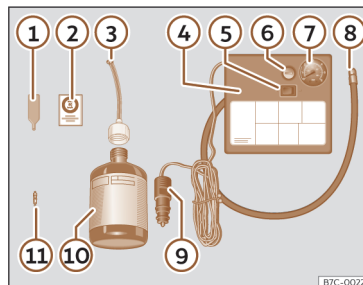

Fig. 31 Representação padrão: conteúdo do kit antifuros.
O kit antifuros está localizado na bagageira, por baixo do revestimento do piso. Inclui os seguintes componentes»» **Fig. 31:**
- Desenrosque a proteção e o obus da válvula do pneu. Utilize o aparelho»» **Fig. 31** 1 para retirar a carga. Coloque-o numa superfície limpa.
- Agite com força a garrafa de vedante de pneus»» **Fig. 31** 10.
- Enrosque o tubo de enchimento»» **Fig. 31** 3 na garrafa de vedante. O selo da garrafa partir-se-á automaticamente.
• Remova o tampão do tubo de enchimento >>> **Fig. 31 ③** e enrosque a extremidade aberta do tubo na válvula do pneu.
• Volte a colocar o obus com o aparelho >>> **Fig. 31 ①** na válvula do pneu.
• Enrosque o tubo de enchimento do pneu do compressor >>> **Fig. 31 ⑧** na válvula do pneu.
• Verifique se o parafuso de evacuação de ar está fechado >>> **Fig. 31 ⑥**.
• Ligue o conector >>> **Fig. 31 ⑨** à tomada de corrente de 12 volts do veículo >>> Página 151.
• Ligue o compressor de ar com o interruptor ON/OFF >>> **Fig. 31 ⑤**.
• Cole o autocolante >>> **Fig. 31 ②** no painel de instrumentos, dentro do campo visual do condutor.
Volte a enrosocar o tubo de enchimento >>> **Fig. 31 ⑤** e verifique a pressão no manómetro **⑥**.